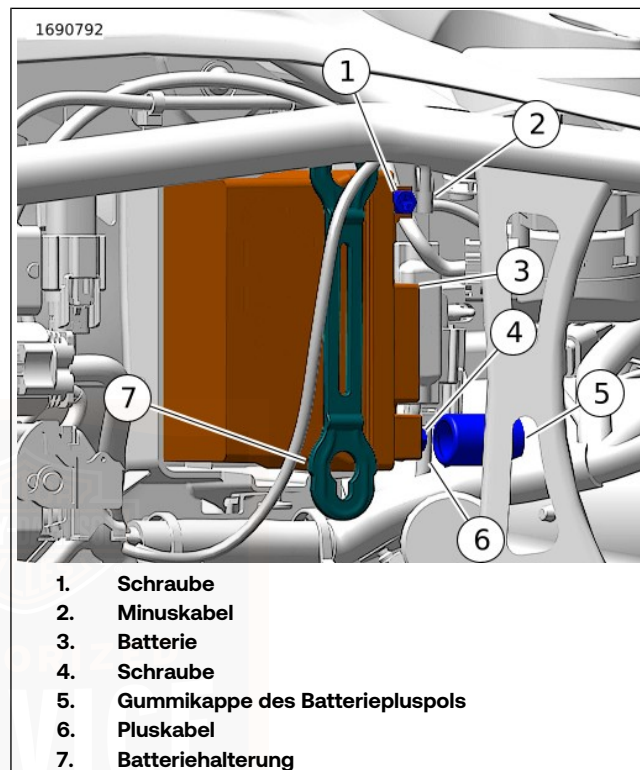

Abbildung 66. Batterieausbau
1. Siehe Abbildung 66. Batteriehalterung (7) entfernen.
2. Batterieminuskabel abklemmen (2).
- a. Schraube (1) des Minuspols der Batterie entfernen.
- b. Batterieminuskabel (2) beiseiteschieben.
3. Batteriepluskabel (6) abklemmen.
a. Gummikappe des Batteriepluspols (5) beiseiteschieben. Schraube (4) des Pluspols der Batterie entfernen.
b. Batteriepluskabel (6) beiseiteschieben.
4. Die Batterie (3) ausbauen.
1. Siehe Abbildung 66. Die Batterie (2) einbauen.
2. Batteriepluskabel (6) anschließen.
a. Batteriepluskabel (6) am Batteriepluspol ausrichten.
b. Schraube (4) des Pluspols der Batterie einbauen. Festziehen.